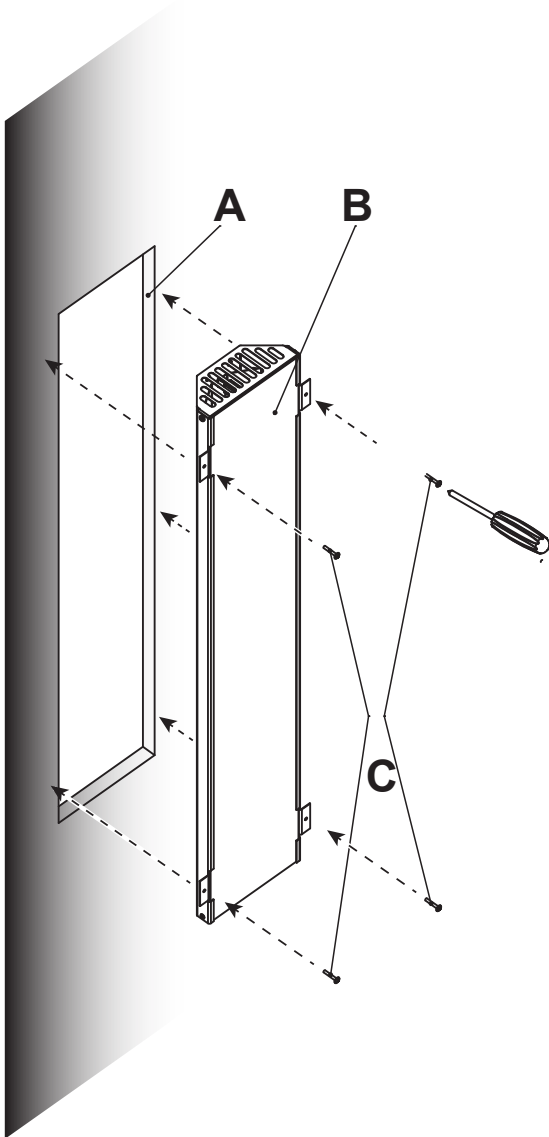

Bild 1 - Montering lampa
- Montera infrarödlampan, bild 1, enligt monteringsanvisningarna.